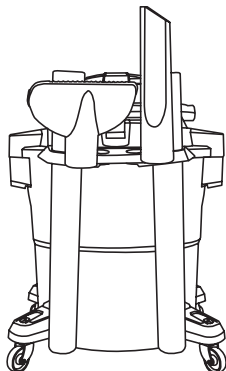

Fig. 30
63. Colocar las herramientas de la aspiradora en el sujetador de herramientas **18**. Fig. 30. La aspiradora debe guardarse bajo techo.